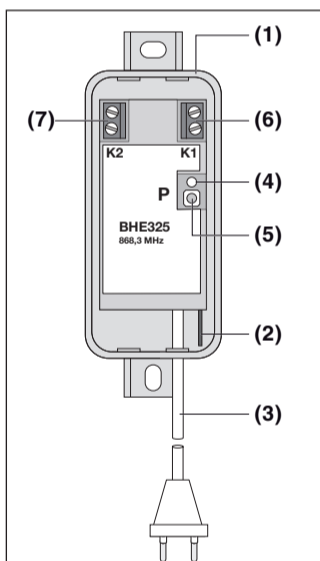

Fig. 2
2.2 Ricevitore BHE 325 (Fig. 2)